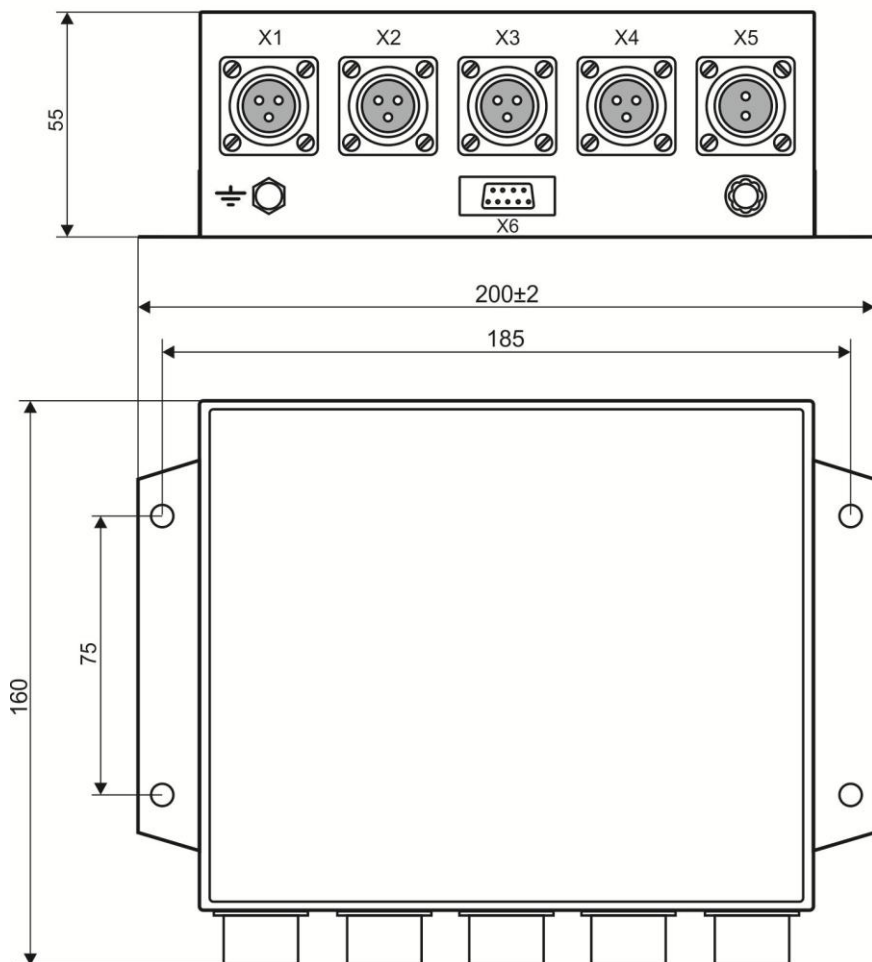
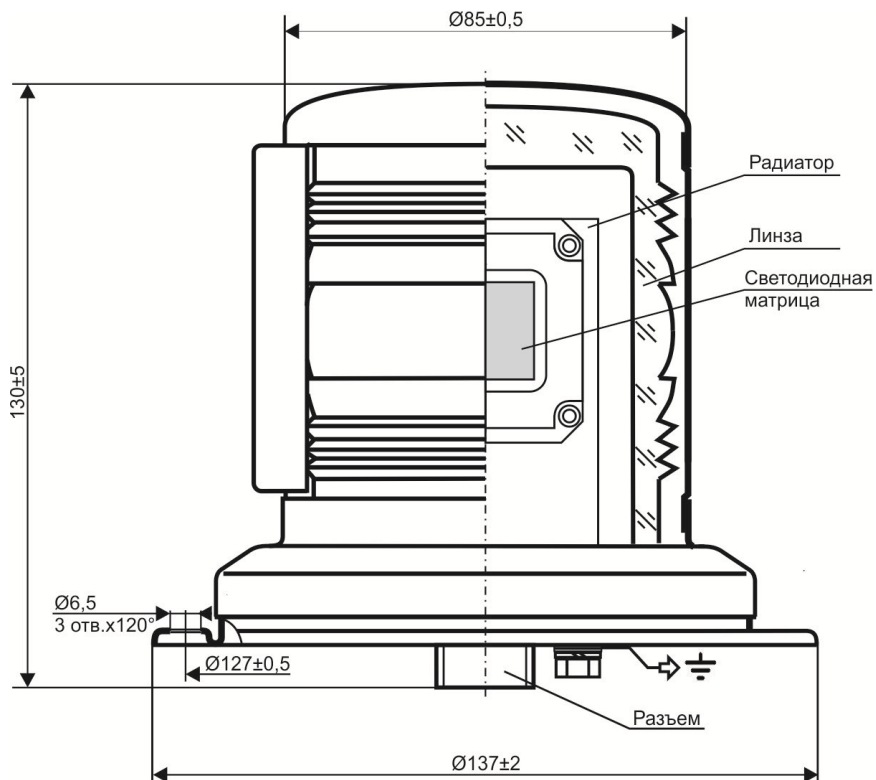

Рис.1
Рис. 2
3.1.1 Отмашка состоит из системного блока (рис.1), четырех сигнальных фонарей (рис.2) и пульта управления (рис.3).